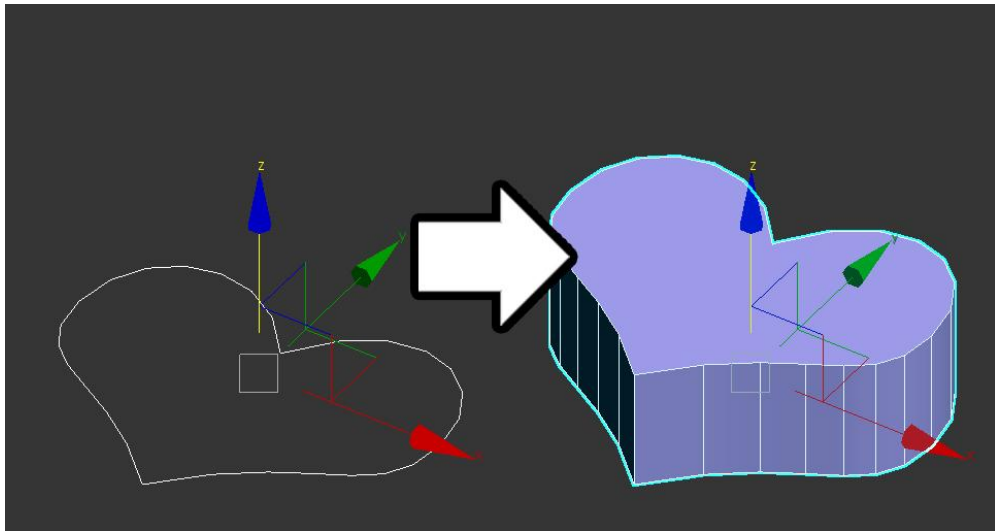

Рисунок 95 – Использование модификатора Выдавливание (Extrude)
- Модификатор **Выдавливание (Extrude)** создает трехмерный объект из выбранного сплайна выдавливая его (рис. 95)